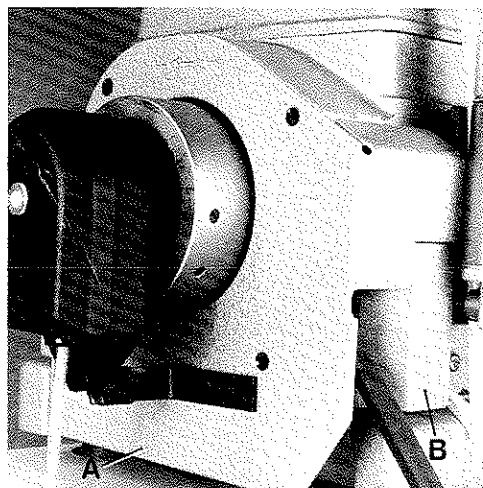

Fig.10
From time to time the cooling ribs of the bottom cover have to be cleaned and the fan blades of the pulley have to be blown out with compressed air. For this remove belt guard (A, Fig. 10) and air duct (B).
Von Zeit zu Zeit müssen die Kühlrippen an der Grundplatte gereinigt und die Lüfterflügel am Handrad mit Pressluft ausgeblasen werden. Dazu muß der Riemenschutz (A, Fig. 10) und das Luftleitblech (B) entfernt werden.